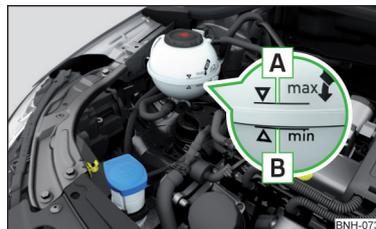

Fig. 229
Verificar el estado del líquido refrigerante - el líquido refrigerante tiene que estar entre las marcas **A** y **B** » fig. 229. Si el estado del líquido refrigerante está debajo de la marca **B**, rellenar el líquido refrigerante.
La **especificación** del líquido refrigerante se encuentra en el depósito de compensación del líquido refrigerante » fig. 229.
- No rellene el depósito de líquido refrigerante por encima de la marca **A** » fig. 229. El líquido refrigerante puede ser presionado por el calentamiento del sistema de refrigeración - Existe el peligro de un daño de las partes del vano motor.